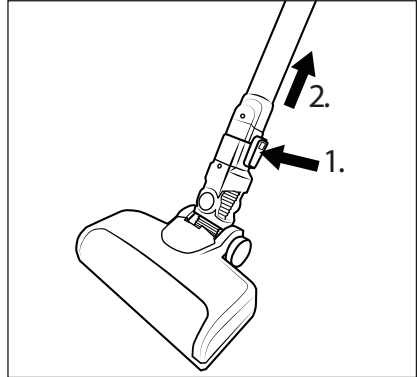

Fig. 12
- ◆ For at fjerne gulvbørsten ⑲ fra sugerøret ⑭, skal du trykke på oplåsningsknappen til gulvbørsten ⑳ og holde den nede og tage sugerøret ⑭ ud af gulvbørsten ⑲ (se fig. 12).